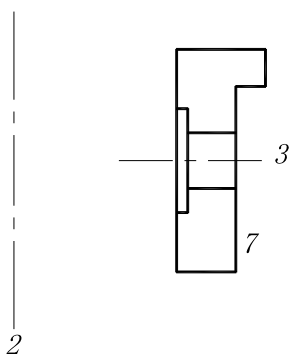

图 7-7 绘制阶梯孔
(4) 修剪掉多余的线, 得到主视图下部分的阶梯孔, 如图 7-7 所示。